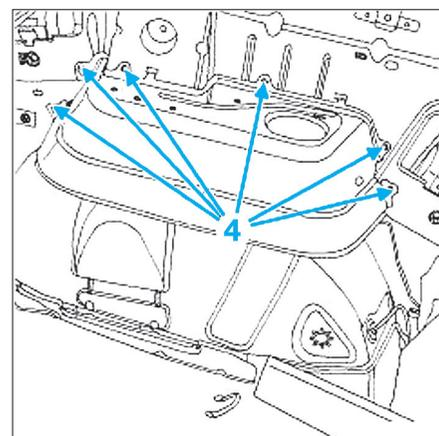

Fig. 25
- la fixation (4) du support d'accoudoir (Fig.25),